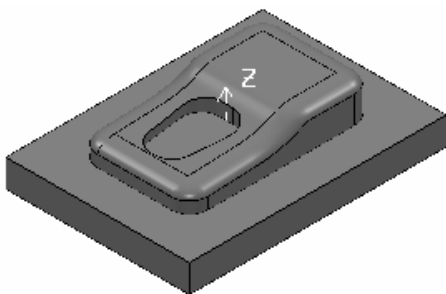

图 2-104 打开范例文件
2) 选择下拉菜单中的“文件”→“范例”命令，弹出“打开范例”对话框，选择“punch.dgk”（“随书光盘：\第 2 章\exercise6\uncompleted\punch.dgk”）文件，单击“打开”按钮即可，如图 2-104 所示。